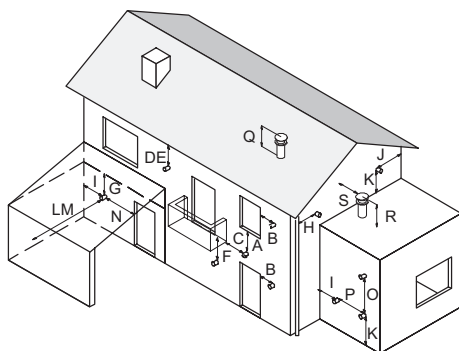

Figura 5.14
- rispettare le distanze minime di Figura 5.14 ed eventuali norme nazionali e locali vigenti.